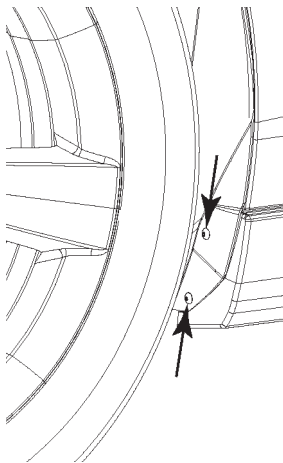

FIGURA 28A
14. Introduzca 4 tornillos del paso 3 en las ubicaciones delantera y trasera del agujero del hueco de la rueda. Apriete a 12 pies-lb. (1.35 Nm). Consulte la figura 28a y 28b.